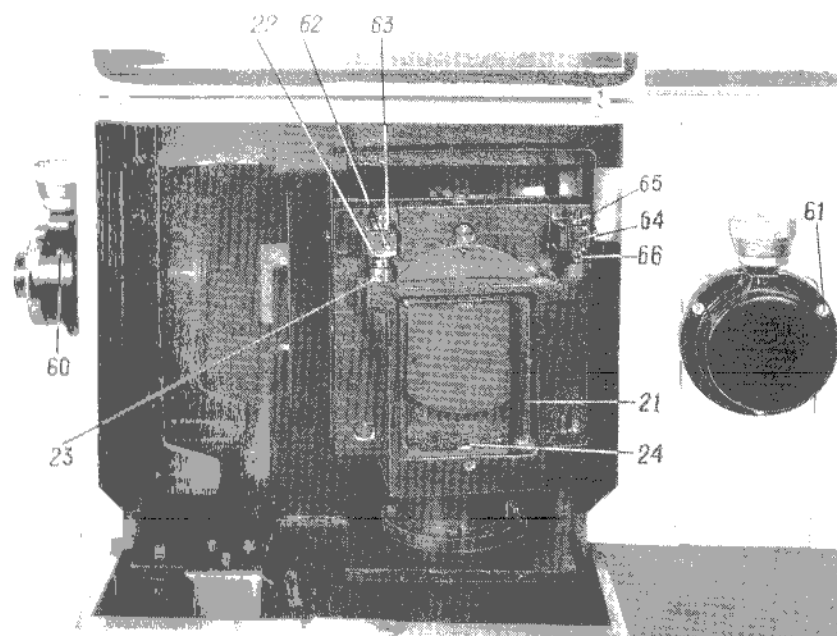

Рис. 11
- 5) выверните три винта 60 (рис. 11) и снимите входную щель монохроматора;
2.3.2. Снимите входную щель второго монохроматора, для чего выверните винты 60 (см. рис. 11) и замените ее фланцем. Закрепите фланец винтами 60.